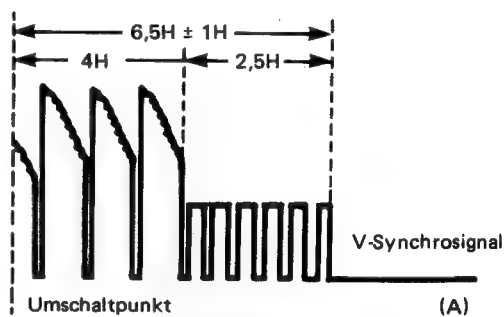

Abbildung 90
3. Den R722 so einstellen, daß der Ausgang des Kanals-1 bei $6,5 H \pm 1 H$ vor dem V-Synchrosignalausgang des Kanals-2 ansteigt. Siehe Abbildung 90.